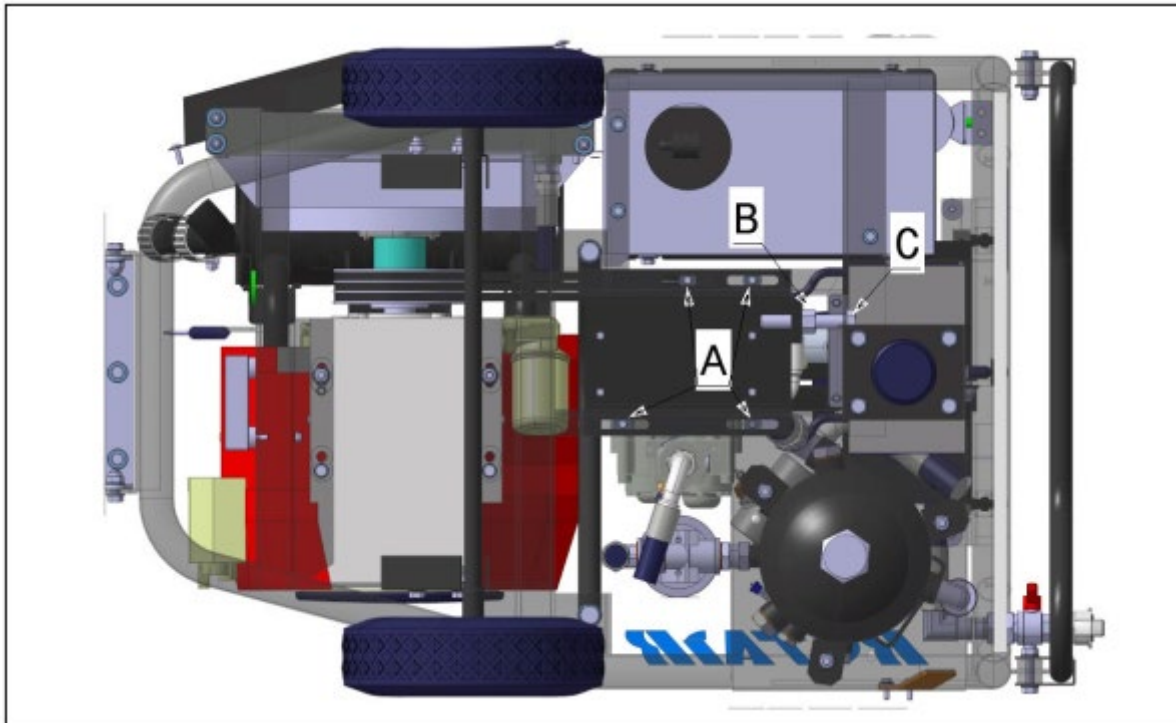

Fig. 12.10-2
Pentru reglarea tensiunii curelei este necesar să procedați astfel (Fig.12.10-2 Compresor motorizat văzut de jos)
2. Slăbiți șuruburile (partea. A fig.12.10-2)
3. Slăbiți piulița de blocare (partea. B fig.12.10-2)
4. Slăbiți complet șurubul de reglare (C) folosind o pârghie pentru a împinge unitatea compresorului spre motor până când curelele ies fără probleme.
6. Strângeți șuruburile de reglare (C) pentru a obține nivelul corect de tensiune a curelei
7. Strângeți ferm piulița de blocare (B)
8. Strângeți șuruburile de fixare (A)